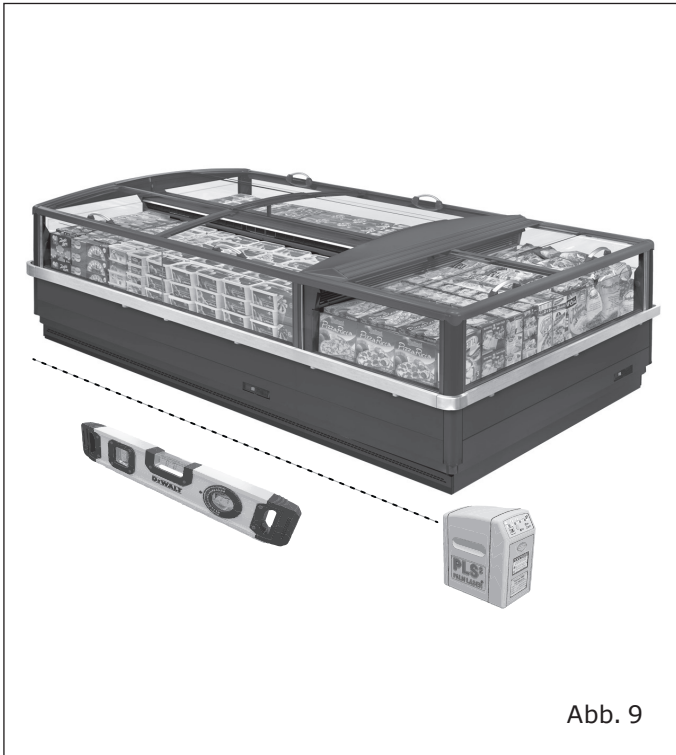

Abb. 9
- Das Gerät muss auf einem ebenen Untergrund aufgestellt werden. ("Abb. 9").